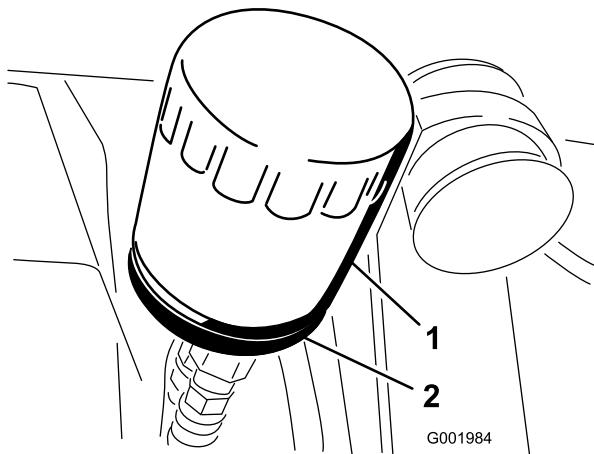

Bild 49
- Entfernen Sie den Ölfilter (Bild 49).
- Setzen Sie den Ersatzölfilter auf den Anbaustutzen auf. Drehen Sie den Ölfilter nach rechts, bis die Gummidichtung den Anbaustutzen berührt. Ziehen Sie ihn dann um eine weitere 1/2 Umdrehung fester (Bild 49).